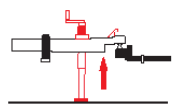

Figure 35
8. Levez le coupleur de la remorque au-dessus de la boule d'attelage. (Figure 35)